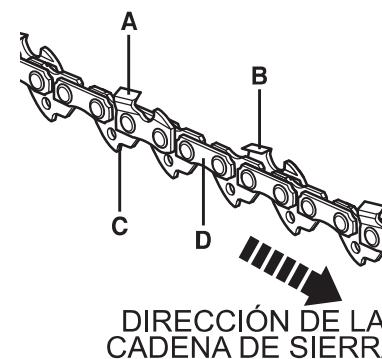

Fig. 18
- Que todas las longitudes de corte sean iguales (Fig. 18). Cada vez que el tipo de corte se alinee, la longitud de corte se reduce. Cuando la longitud de corte se reduce a 0.16 pulgadas (4 mm), la cadena se desgasta y debe reemplazarse.